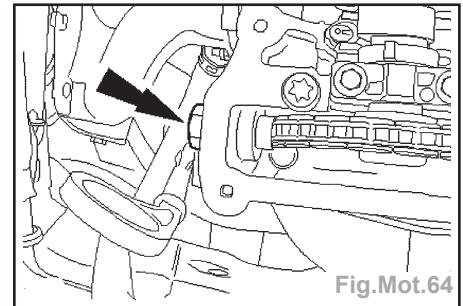

Fig.Mot.64
- Déposer le tendeur de chaîne de distribution hydraulique (Fig.Mot.64).